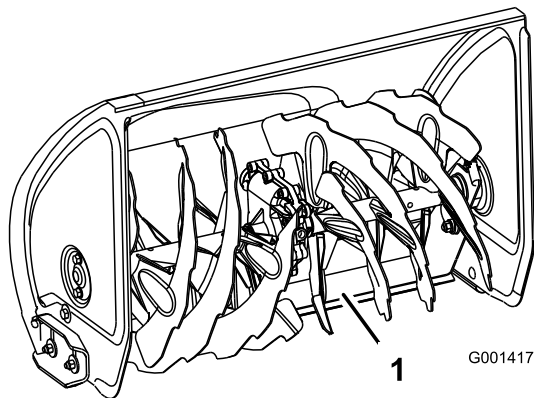

Рисунок 44
4. Нажмите вниз на рукоятки, чтобы поворотный скребок мог переместиться полностью вперед, затем опустите переднюю часть снегоочистителя вниз для того, чтобы передний край скребка коснулся земли (Рисунок 44).